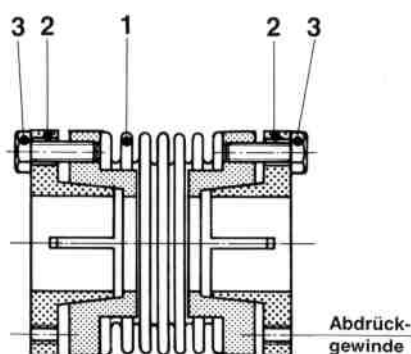

Bild 5 Type 931.311
In den Konusbuchsen (2) befinden sich zur Demontage zwei (bei Größe 5 vier) Abdrückgewinde (Bild 5). Nachdem alle Sechskantschrauben (3) gelöst sind, können die Konusbuchsen (2) mit den Sechskantschrauben (3) aus den Naben des Metallbalges (1) herausgedrückt werden.